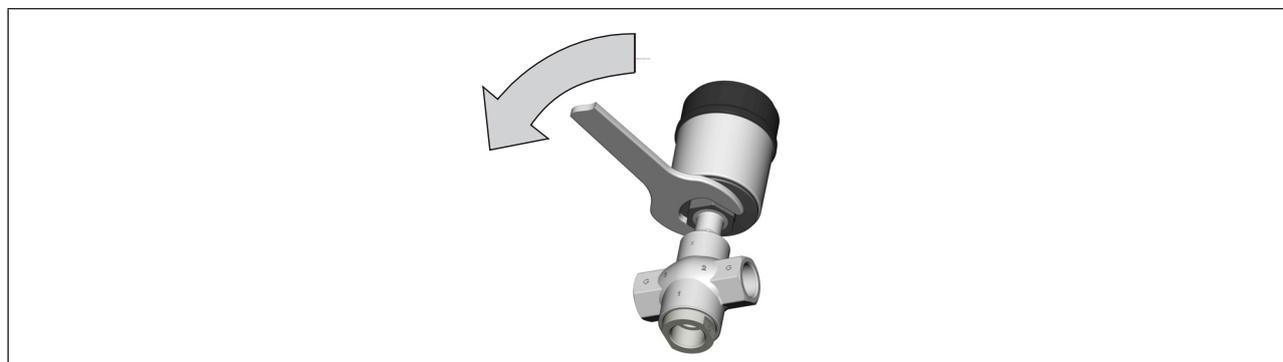

Fig. 5 : Tourner l'actionneur
- ▶ Tournez l'actionneur **uniquement** dans le sens prescrit (voir « Fig. 5 »).